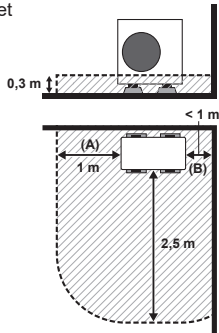

Fig. 3-4
(3) Når den er montert på et sted med 2 åpne flater (hvor avstanden mellom den ene siden av enheten og veggen er mindre enn 1 m, f.eks. ved hjørnet av en bygningsvegg) (Fig. 3-4)
Der avstanden mellom den ene siden av enheten og veggen er mindre enn 1 m, gjelder samme forhold som vist i Fig. 3-4.